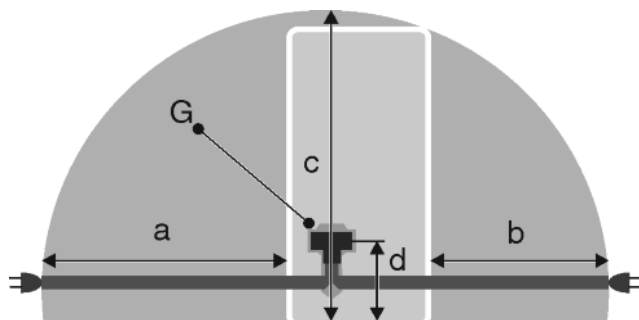

Fig. 31
- Priza se află în afara zonei părții posterioare a aparatului în zona dată Fig. 31 (a, b, c).
- ▶ Cuplați fișa aparatului Fig. 31 (G) pe partea posterioară a aparatului. Acordați atenție fixării corecte în poziție.